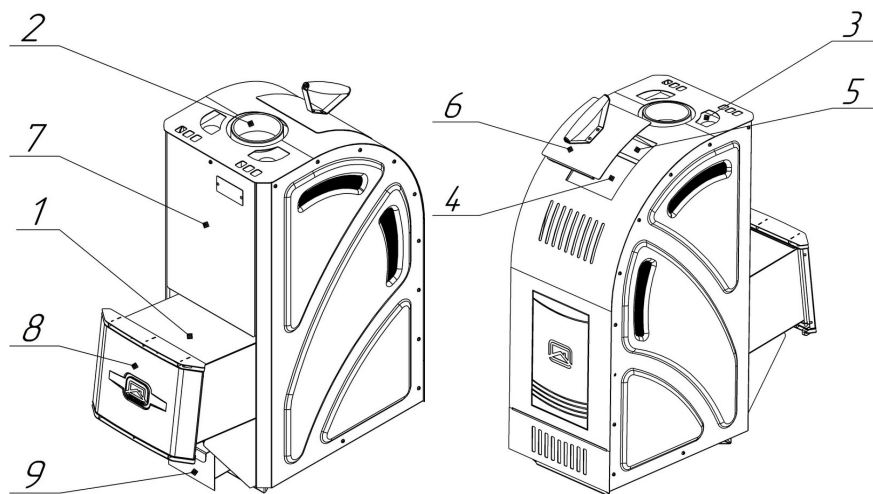

Рисунок 1. Конструкция печи-каменки «Лагуна (2018)»
Панорамная дверца печи (8) рис. 1а и лицевой профиль (10) рис. 1а поставляются отдельно.
Рисунок 1а. Конструкция печи-каменки «Лагуна Панорама (2018)»